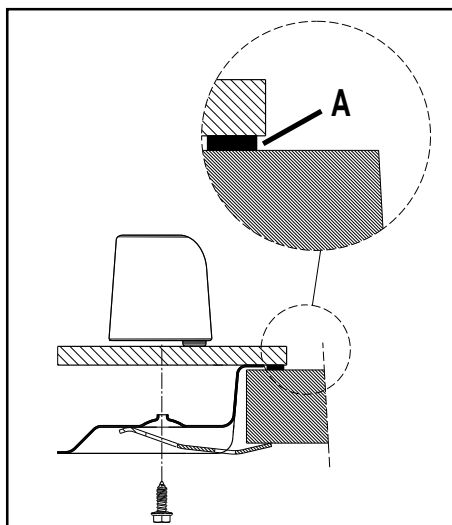

Рис. 10
- 4) Прикрепите панель соответствующими винтами (рис. 10).